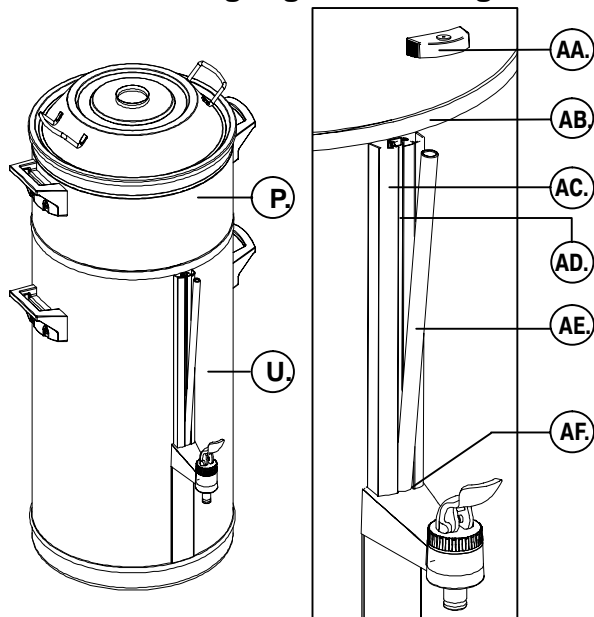

Abb. 8 Reinigung des Schauglases
- Reinigen Sie das Schauglas (Abb.8):